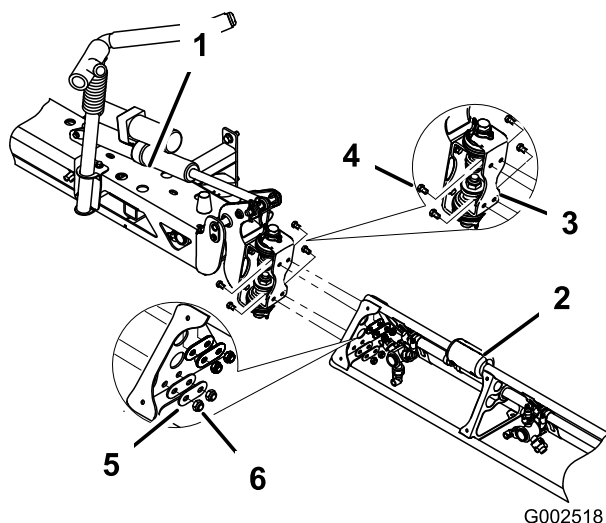

図 15
7. ヒンジプレートのところで、中央ブームにエクステンションブームを取り付けるステップ6で取り外したボルト4本、ワッシャ4枚、ナット4個を使い、図 15のように取り付ける。